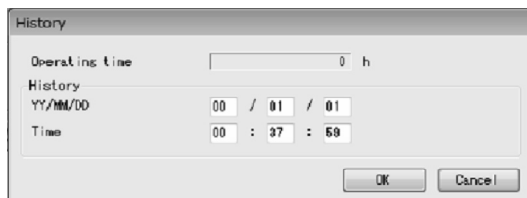

図163
- ① メニューの「Maintenance(M)」をクリックし、「Maintenance xmtr」のドロップダウンリストの中から「History」を選び再度クリックします。
- ② 次のウィンドウ(図163)が表示されます。